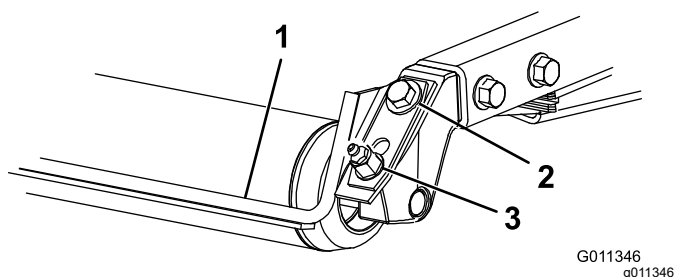

Figura 8
1. Desaperte o bocal de lubrificação e o parafuso de fixação (Figura 8).